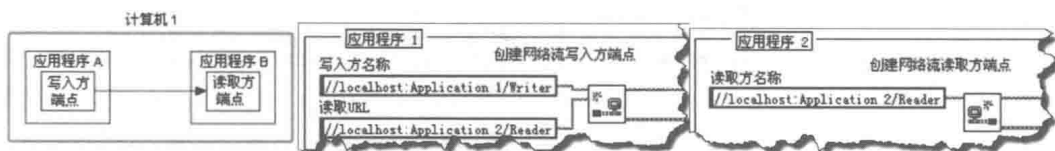

图 13-44 本机内两个应用程序之间网络流通信
- ◆ 将数据传送至本机的另一个应用程序，也就是在本机中，两个 LabVIEW 应用程序之间的网络流通信，其 URL 定义如图 13-44 所示。